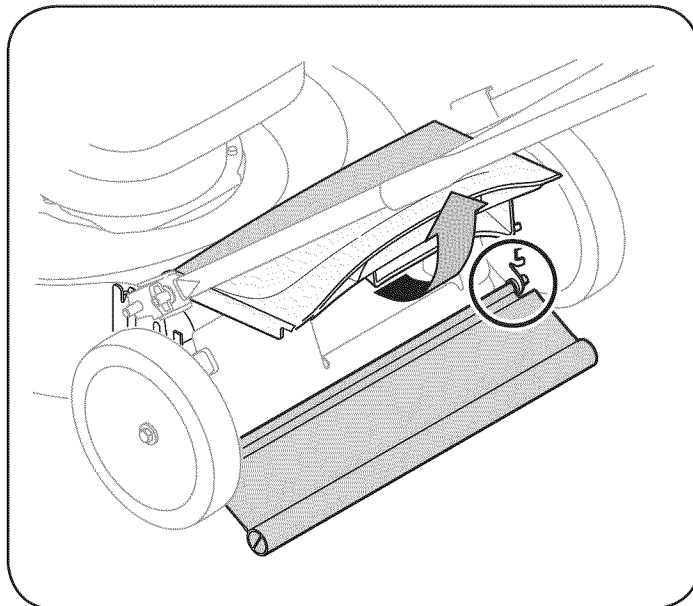

Figura 16
1. Levante la puerta trasera, y la tapa de prensa en ambos lados para quitar del agujero. Vea la Figura 16.